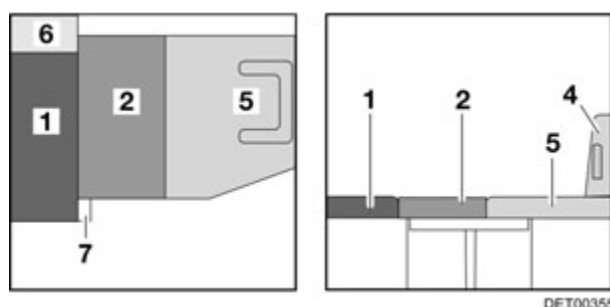

Fig. 98 Después de la transformación (sin ensanchamiento del asiento)
- ▷ Según el modelo, adicionalmente se tendrá que desplegar el ensanchamiento del asiento (Fig. 98,7). En estos modelos, colocar el cojín adicional (Fig. 98,6) entre el cojín del respaldo y la pared exterior (Fig. 98).